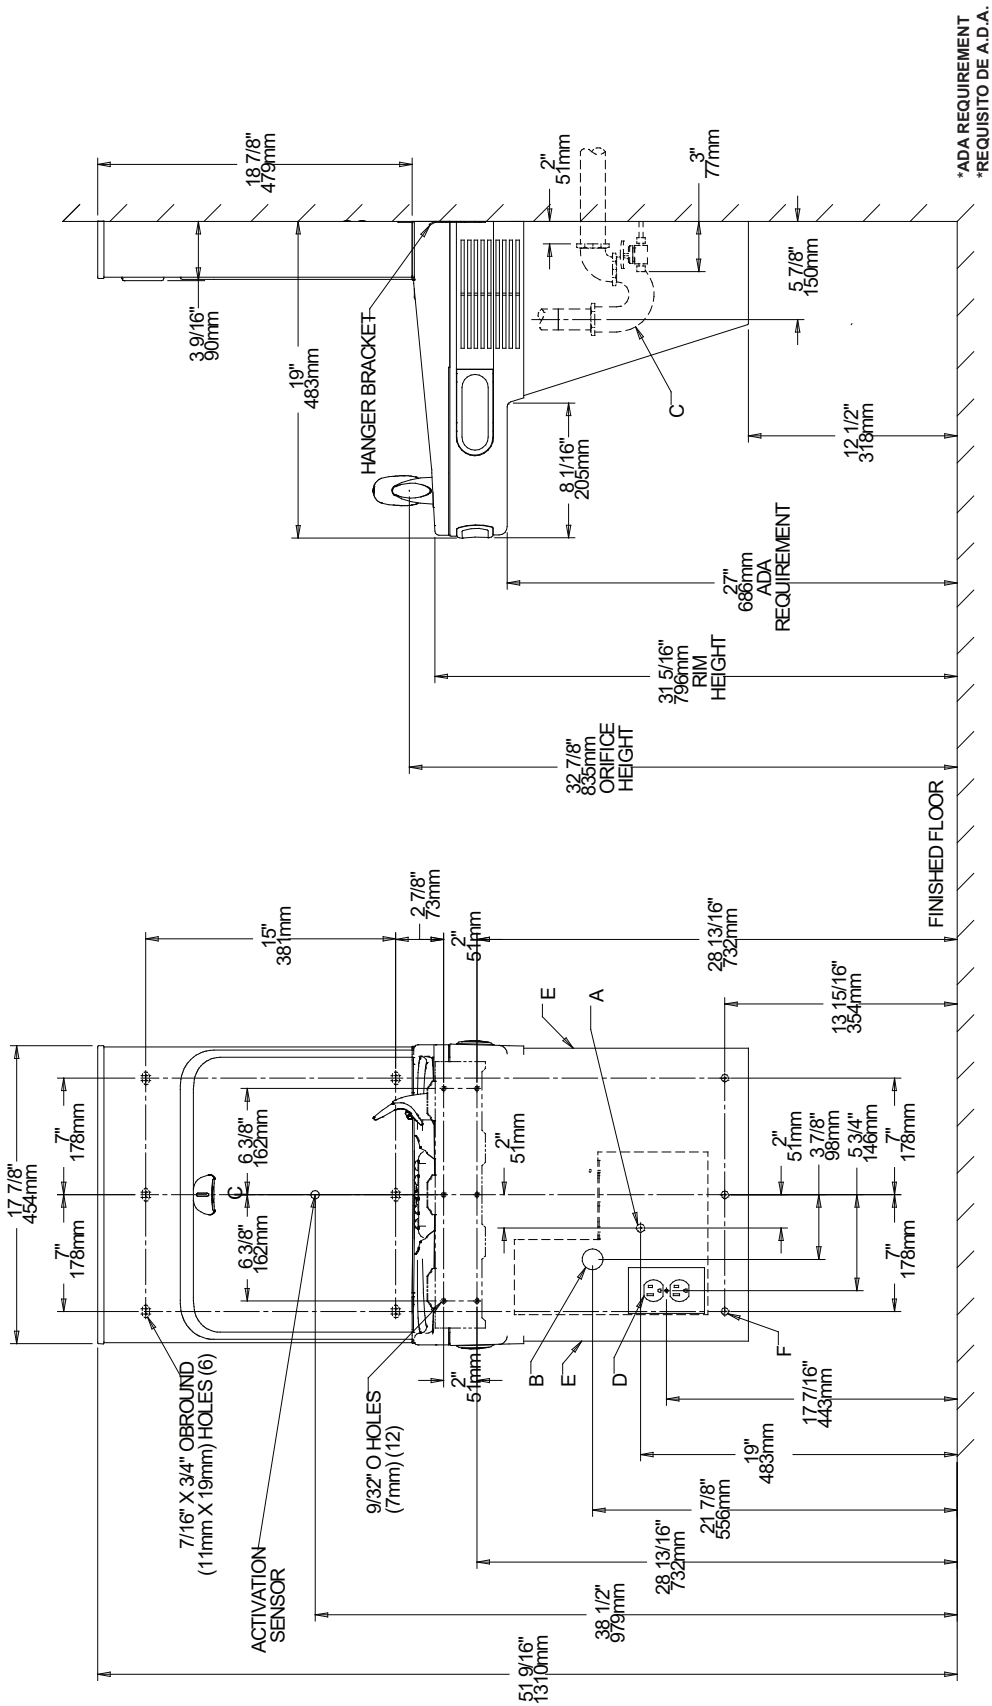

Fig. 2
- 1) Remove hanger brackets fastened to back of cooler by removing one (1) screw.
- 2) Mount the hanger brackets as shown in Figure 2.
- NOTE:** Hanger Bracket **MUST** be supported securely. Add fixture support carrier if wall will not provide adequate support. Anchor hanger securely to wall using all six (6) 1/4 in. dia. mounting holes.
- 3) Hang the cooler on the hanger bracket. Be certain the hanger bracket is engaged properly in the slots on the cooler back as shown in Figure 2.
- 4) Remove the four (4) screws holding the lower front panel at the bottom of cooler. Remove the front panel by pulling straight down and set aside.
- 1) Retire el soporte fijador que se encuentra conectado a la parte posterior del enfriador sacando un (1) tornillo.
- 2) Monte el soporte fijador de la manera descrita en Fig. 2.
- 1) Retirez le support de suspension fixé au dos du refroidisseur en retirant une (1) vis.
- 2) Montez le support de suspension comme indiqué dans la figure 2.
- 3) Pendez le refroidisseur au support de suspension. Assurez-vous que le support est correctement inséré dans les emplacements au dos du refroidisseur, comme indiqué dans la figure 2.
- 4) Retirez les four (4) vis maintenant en place le panneau frontal au bas du refroidisseur. Retirez le capot inférieur en tirant vers le bas et mettez-le de côté.